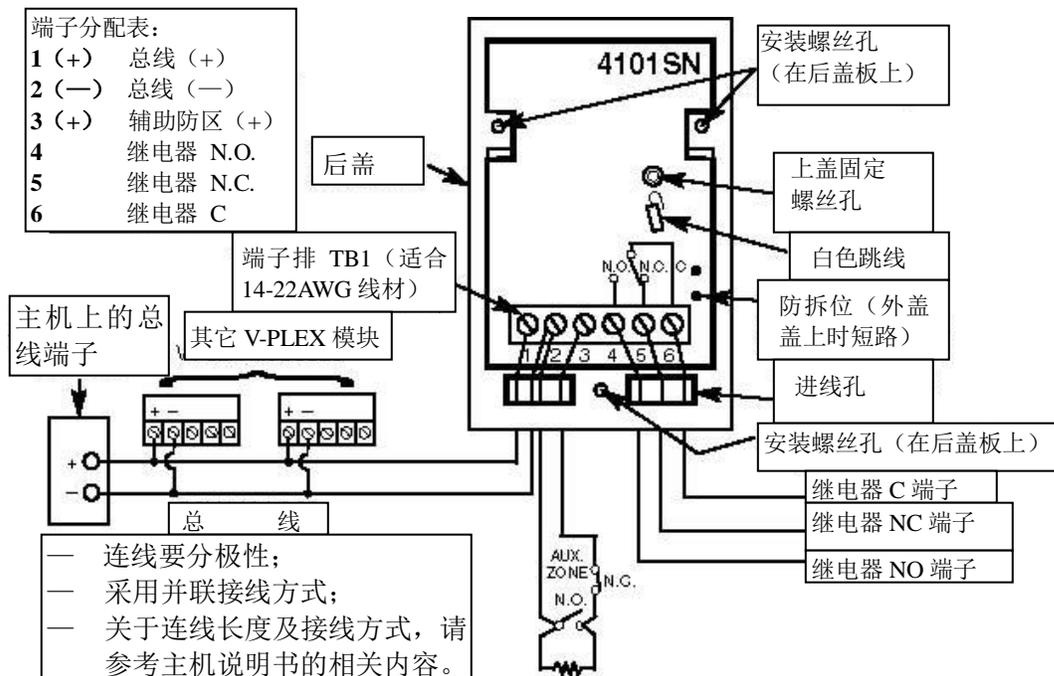

图 1: 4101SN V-PLEX 信号输出继电器模块接线图
2. 将线材去外皮，再将色线去皮适当长度，并按图1所示进行连接。